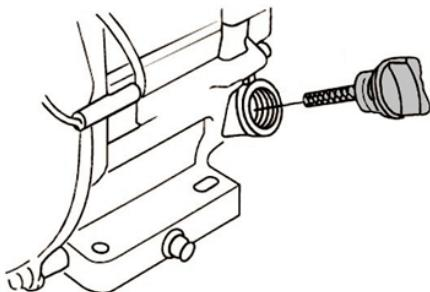

Рис. 18 Крышка-щуп маслозаливной горловины
- Открутите крышку-щуп маслозаливной горловины и извлеките щуп (Рис. 18).
2. Выкрутите крышку-щуп маслозаливной горловины и извлеките щуп (Рис. 18).